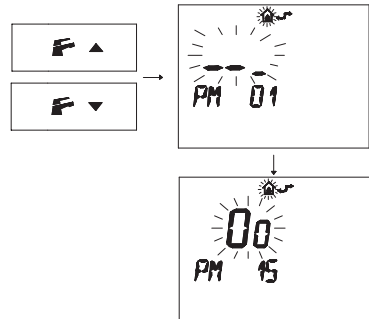

Figura 5.33
- Premere i pulsanti **F**▲ o **F**▼ per visualizzare la programmazione "PM15" abilitazione della sonda esterna (Figura 5.33).